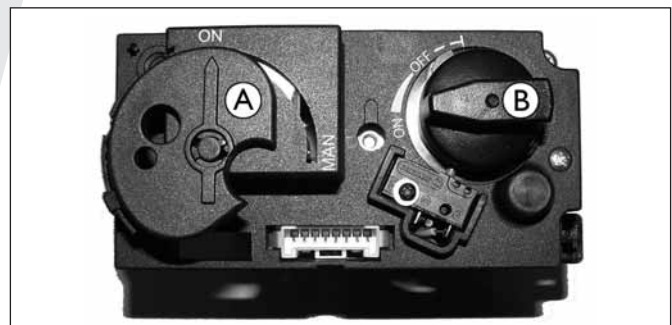

fig. 15
- Attention** - Pendant le processus d'allumage, il n'est pas autorisé de commander manuellement le bouton de réglage B sur le bloc de réglage du gaz (voir Fig. 15) ;
- Placez le bouton A sur le bloc de réglage du gaz sur ON (le bouton B est automatiquement commandé) (voir fig.15). Le bloc de réglage du gaz se trouve dans le coffret de commandes.